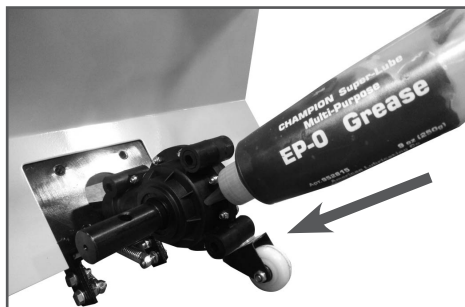

Рис. 17 Заправка смазки редуктора
5. Добавить смазку в редуктор через одно отверстие тубиком (Рис. 17) или специальным шприцем (в комплект поставки не входят) каждые 100 часов работы. Добавлять смазку до тех пор, пока она не появится из второго отверстия.